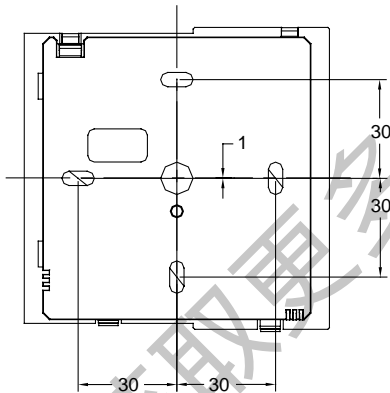

图21
1. 线控器底板安装支架如图21，安装时，线控器底板必须与墙面平齐。